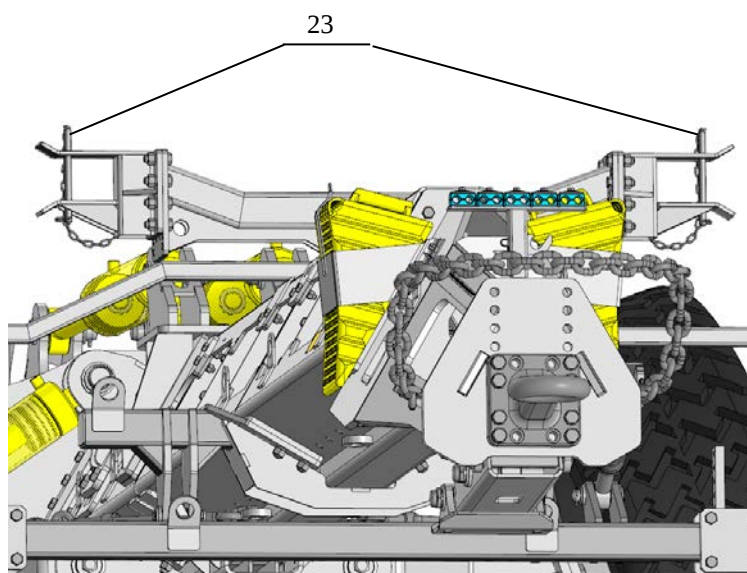

Рис.10 КБМ(Т)-12-4П-Г(Ш)1К-ВС Ловители.
- вынуть **фиксаторы рам** 23 (рис.10), расположенные на ловителях, установленных на снечи;
- гидроцилиндрами рам сложить их, уложив в ловители снечи и зафиксировать фиксаторами рам 23, рис. 10, 11г, д, е;